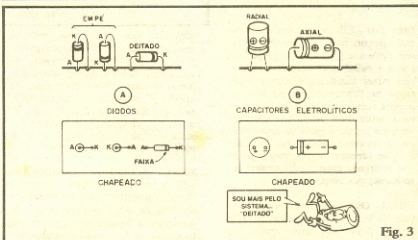

Fig. 3
- 3 - Acionar uma pisca-pisca, com LED, energizado diretamente pela C.A. (110 ou 220 volts, da tomada...) é perfeitamente possível e seguro, conforme diz o Leitor/Aluno Edvaldo, que manda a sua colaboração à FEIRA DE PROJETO! Observando o esquema, na fig. 3, os colegas do Edvaldo verão as providências tomadas para adequar a tensão alternada e elevada, presente na tomada, às necessidades de baixa tensão
- FIG. 3-A - Diodos, de corpo cilíndrico e pequeno (como os resistores) podem ser montados "em pé" ou "deitados". Como são componentes polarizados (seus terminais têm nome e "identidade" que devem que devem ser respeitados na hora de colocá-los na placa), sempre seus terminais estão identificados no "chapeado", ou através das letras "A" (para anodo) e "K" (para catodo), ou pela faixa cinza contrastante (ver "Aula" de ABC nº 3).
- FIG. 3-B - OS capacitores eletrolíticos, componentes relativamente grandes, podem ser montados "em pé" (os do tipo radial) ou "deitados" (terminais axiais). Em qualquer caso, a estilização no "chapeado" é muito clara, sempre com a polaridade dos terminais nitidamente indicada. Notar que, novamente (como é geral na nossa norma...), os componentes, no "chapeado", se parecem muito com o jeito que mostram, quando observados diretamente por cima...